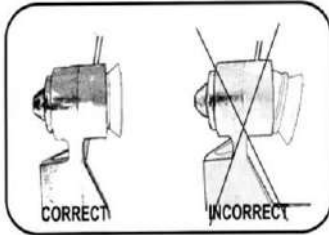

Abb. 35
- Führen Sie die Dichtung der Ansaugkappe in die Spiralblase ein, indem Sie diese tief eindrücken (Abb. 35).